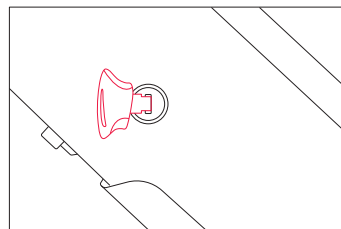
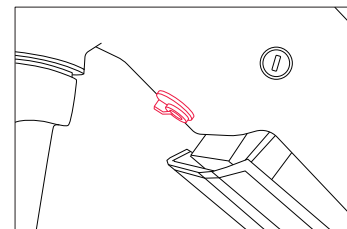

Abbildung 5
Abbildung 6
**Schritt 2:** Verwenden Sie den Schlüssel, um den Akku zu entsperren (Abb.5). Während Sie den Akku mit einer Hand halten, lösen Sie den Akku, indem Sie den Entriegelungsschalter an der Unterseite des Rahmens betätigen (Abb.6).